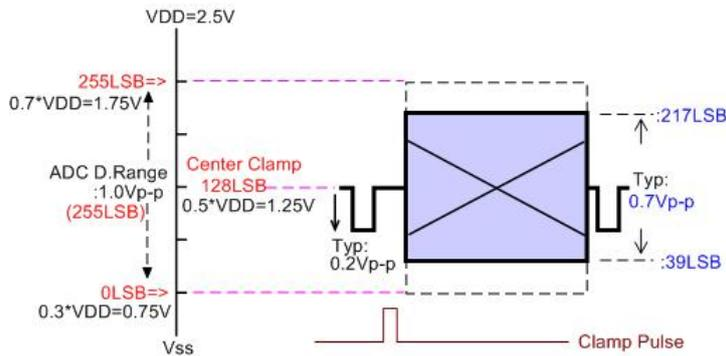

図 8-10 コンポーネントビデオ信号推奨入力振幅
- (*7): コンポーネントビデオ信号入力（アナログ RGB、YCbCr）の入力振幅は図 8-10 をご参照ください。
入力端子 2 系統と、入力用の 8 ビット AD コンバータを 3 チャンネル内蔵しています。AD コンバータの入力ダイナミックレンジはアナログ $V_{DD} \times 0.4$ で設計されています。アナログ標準電圧 2.5 V で使用する場合、ダイナミックレンジは 1.0 V_{P-P} となります。推奨入力レベルは図 8-10 をご参照ください。